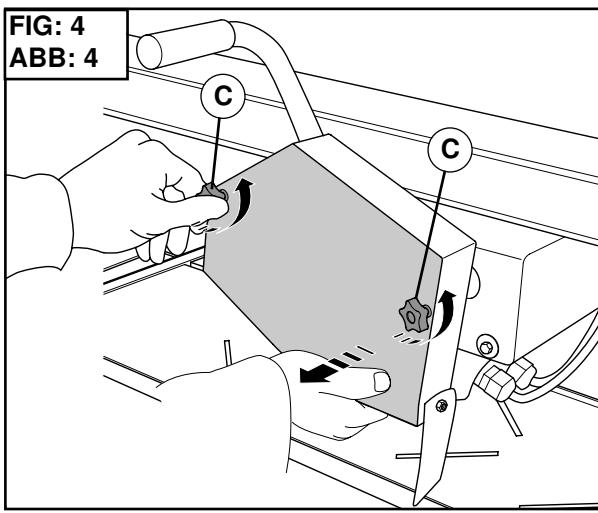

FIG: 5
- Используя гаечный ключ на 13 мм, отвинтите зажимную гайку диска (D) [рис. 5].
- Удалите фланец (E) и установите диск.